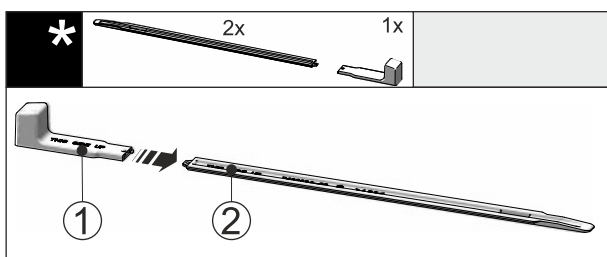

Fig. 51
- Postavite montažnu ručku Fig. 51 (1) na šinu za Fig. 51 (2) niveliranje.